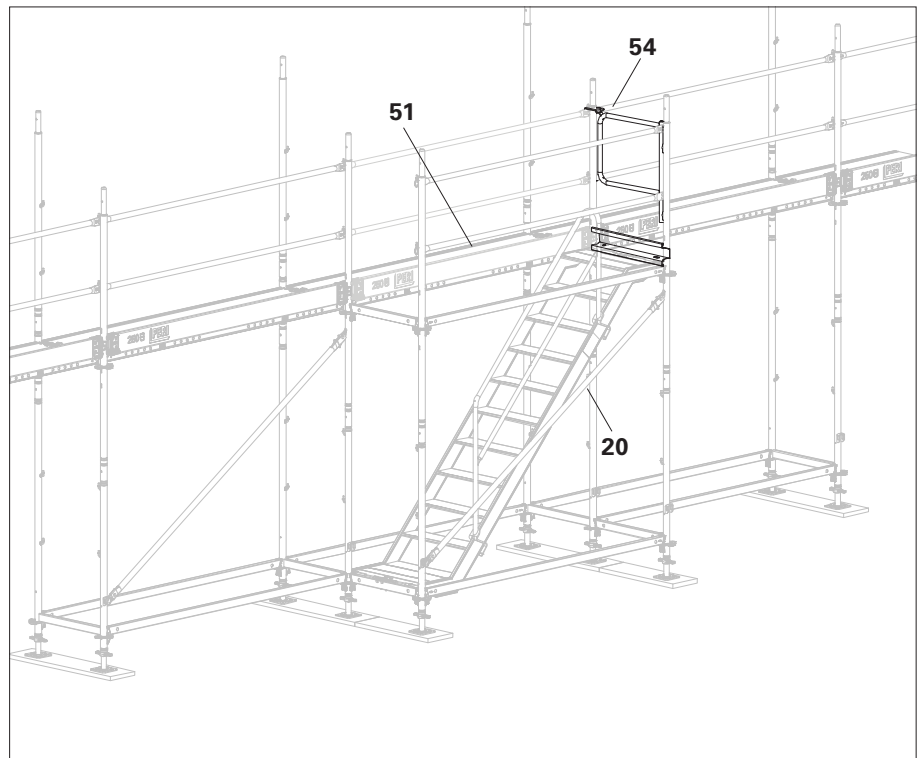

Bild B7.05 **OBS! Gavelsparklister ska monteras på trappans kortsidor.**
1. Montera skyddsäcke EPG (51) som mellanstolpe.
2. Montera ändräcke EPF (54) med trappan som utgångspunkt.
3. Montera horisontaldiagonal EBF (20).
- (Bild B7.05)